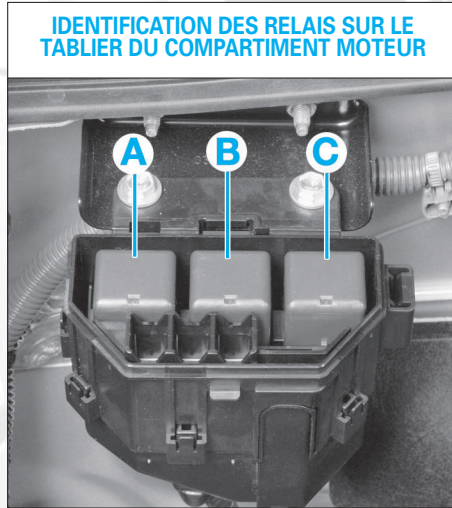

FIG. 4
**Affectation des relais sur le tablier du compartiment moteur (fig. 4)**